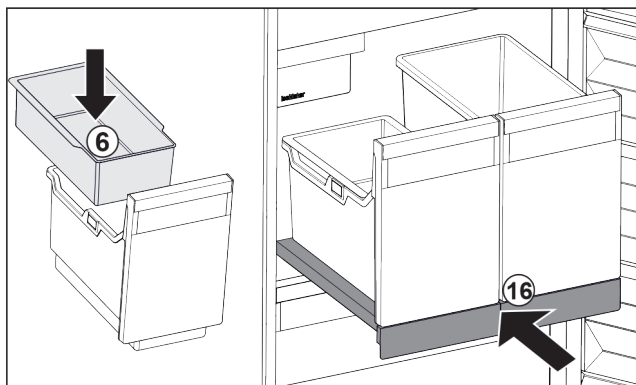

Fig. 32
- ▶ Vsaďte závěsnou misku Fig. 32 (6) pro kostky ledu.
- ▶ Zasuňte vysouvací přihrádku s nádobou (IceTower). Fig. 32 (16)